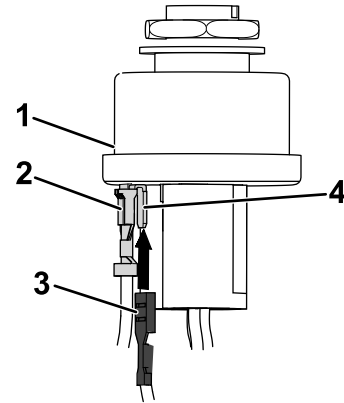

Figure 18
3. Connectez la cosse plate du faisceau de la machine à la borne piggyback de l'adaptateur de faisceau (Figure 18).